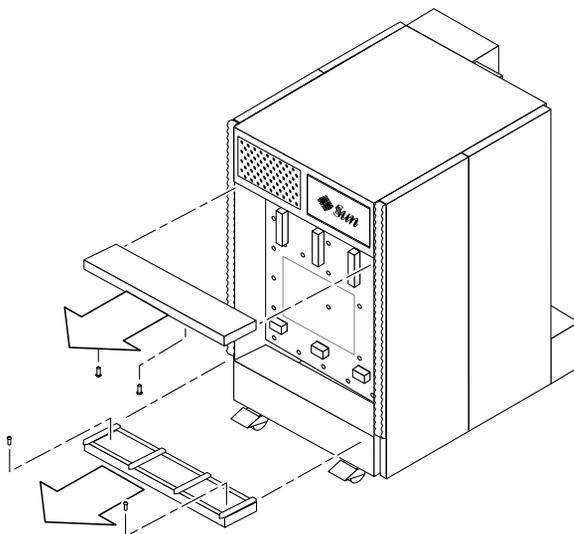

図 11-17 上部および下部の電源装置補助材の取り外し — Sun Fire E4900 システム
5. 下部および上部の電源装置補助材を取り付けます (図 11-17)。